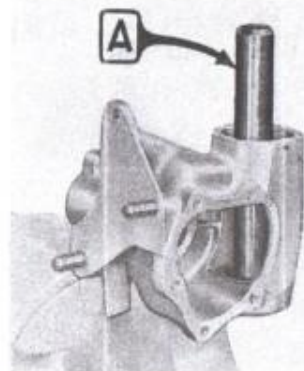

Fig. 98.
- A. 10110 (fig. 98). Attrezzo per smontaggio guarnitura tenuta olio scatola guida.